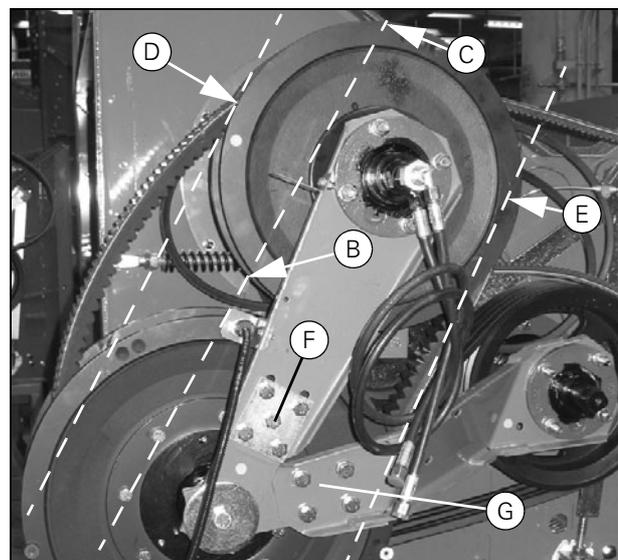

Рисунок 54
- Прижав прямолинейную планку к неподвижному полушкиву механического вариатора, как можно ближе к ступице, измерьте расстояние (B) до неподвижного полушкива гидравлического вариатора. При помощи прокладок отрегулируйте данное расстояние до 102 ± 2 мм, как описано в разделе 4.5.5 на стр. 130. Затем установите вариатор.
- Установив прямолинейную планку, как описано выше, измерьте расстояние до неподвижного полушкива гидравлического вариатора в точках (B) и (C). Если разница между результатами двух измерений превышает 2 мм, отрегулируйте длину опорного кронштейна в точке (F) (Рис. 54). (Диапазон регулировки длины составляет макс. ± 1 мм.)
- Прижав прямолинейную планку к неподвижному полушкиву механического вариатора на наружной части фланца (Рис. 54), измерьте расстояние от неподвижного полушкива гидравлического вариатора в точках (D) и (E). Если разница между результатами двух измерений превышает 2 мм, отрегулируйте длину опорного кронштейна в точке (G). (Диапазон регулировки длины составляет макс. ± 1 мм.)